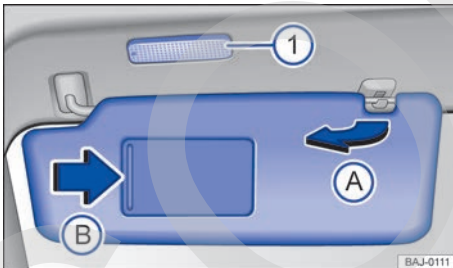

Fig. 84 En el revestimiento interior de la parte de la lantera del techo: parasol.
- Se pueden extraer del soporte y girar hacia las puertas → fig. 84 (A).